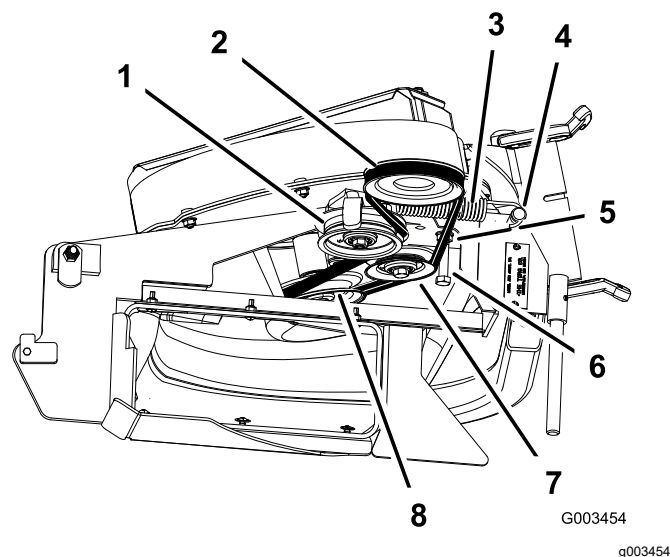

Figura 44
3. Allentate il bullone del guidacinghia (Figura 44).
5. Montate la nuova cinghia sulla puleggia del soffiatore (Figura 44).
7. Serrate il bullone del guidacinghia (Figura 44).
9. Installate la cinghia sulla puleggia tendicinghia a molla (Figura 44).